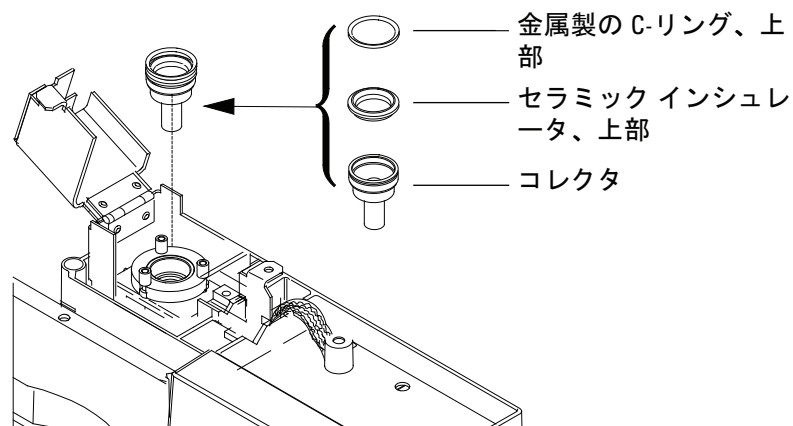

図 5 NPD コレクタ、上部インシュレータ、および金属製 C-リング
- 20 下側の金属製 C- リング、下部セラミックインシュレータ、および上側の金属製 C- リングを取り付けます。「図 5」を参照してください。